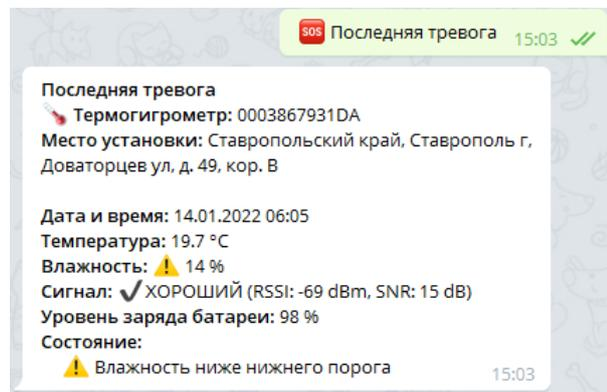

Рисунок 14 – Обращение к кнопке «Последняя тревога» и отображение данных о тревоге
–  Последняя тревога – отображение сведений о последней тревоге (нарушении температурно-влажностного режима) датчика (Рисунок 14).